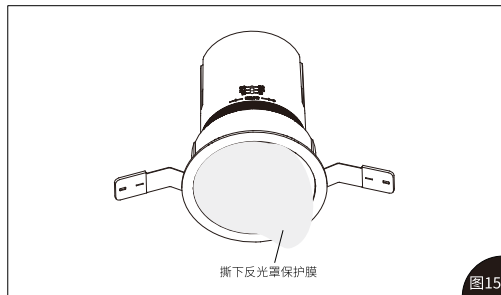

图15
7.灯具安装完后,撕掉面环上的保护膜,确认一切安装无误后即可通电使用如图15所示;